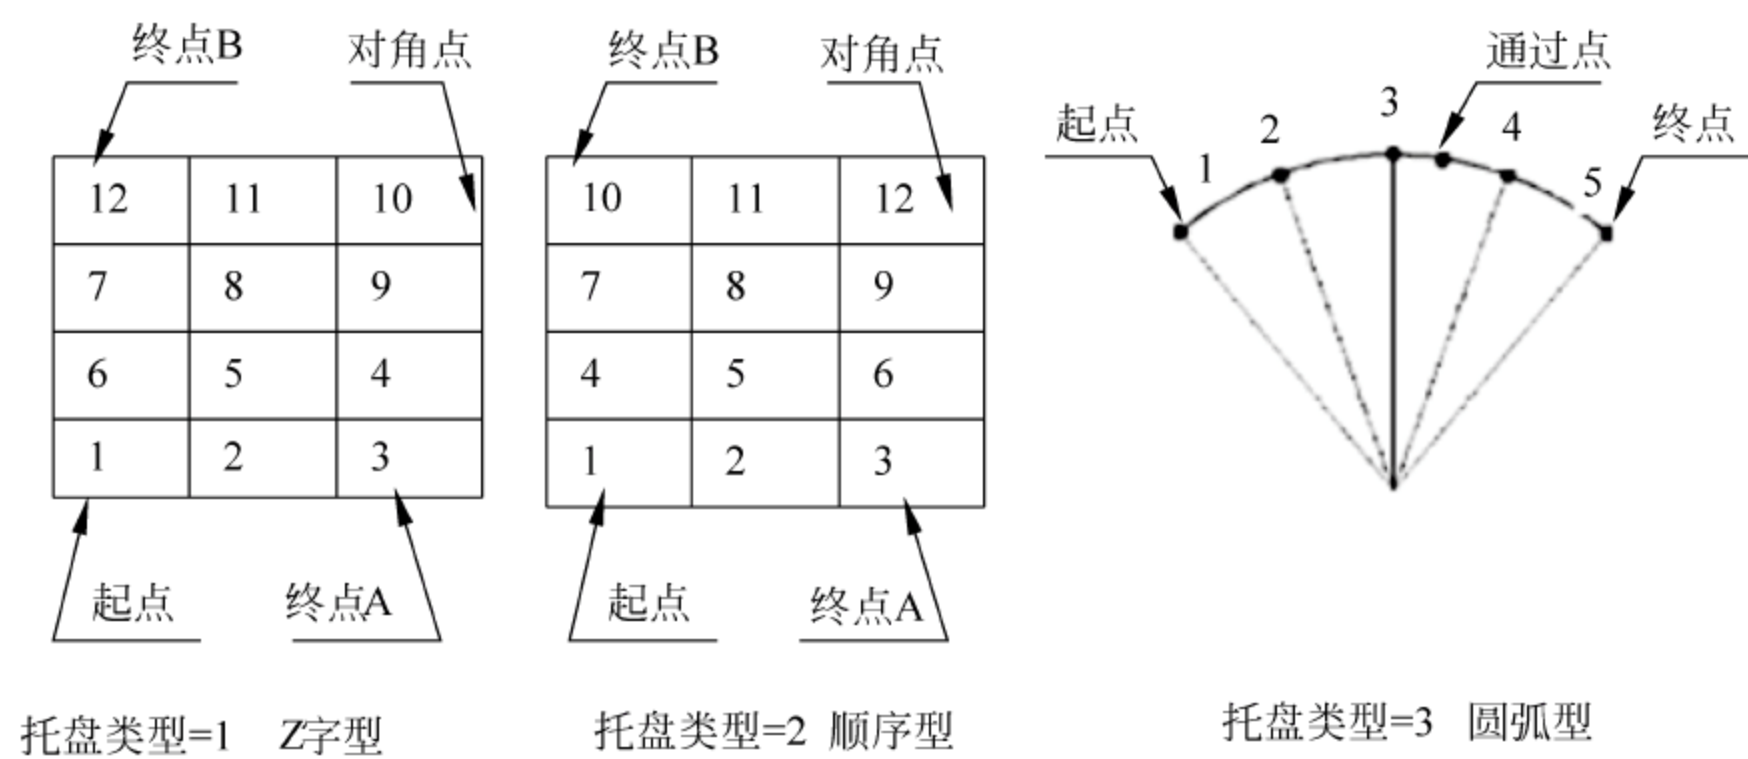

图 10-1   托盘的定义及类型 1
托盘的定义及类型 1 如图 10-1 所示。
(1) 托盘号: 系统可设置 8 个托盘。本数据设置第几号托盘。
(2) 起点/终点/对角点: 如图 10-1 所示,用“位置点”设置。